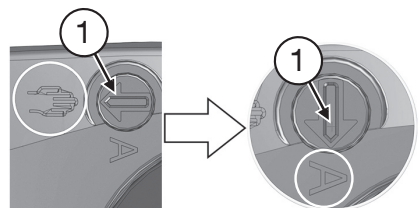

Fig. 14
6. Régler l'interrupteur (1) sur service automatique en le tournant avec un tournevis vers la gauche de 90 °C, de telle manière que la fente se trouve en position verticale, et que la flèche pointe sur « A » (fig. 14).